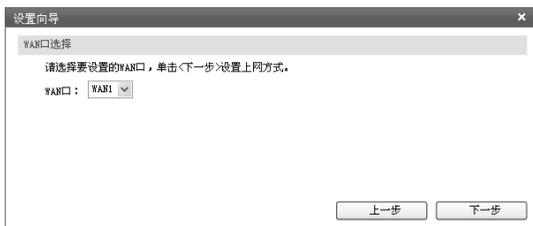

图4-4 WAN口选择
4. 请选择要设置的WAN口，如图4-4所示。单击“下一步”，进入上网方式选择界面。